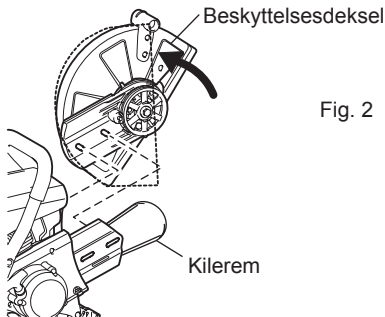

Fig. 2
- (3) Roter beskyttelsesdekslet til posisjonen angitt av den stiplede linjen. Fjern kileremmen og fjern deretter sagbladet fra kappsagen. Reposisjoner grepet. (Fig. 2)